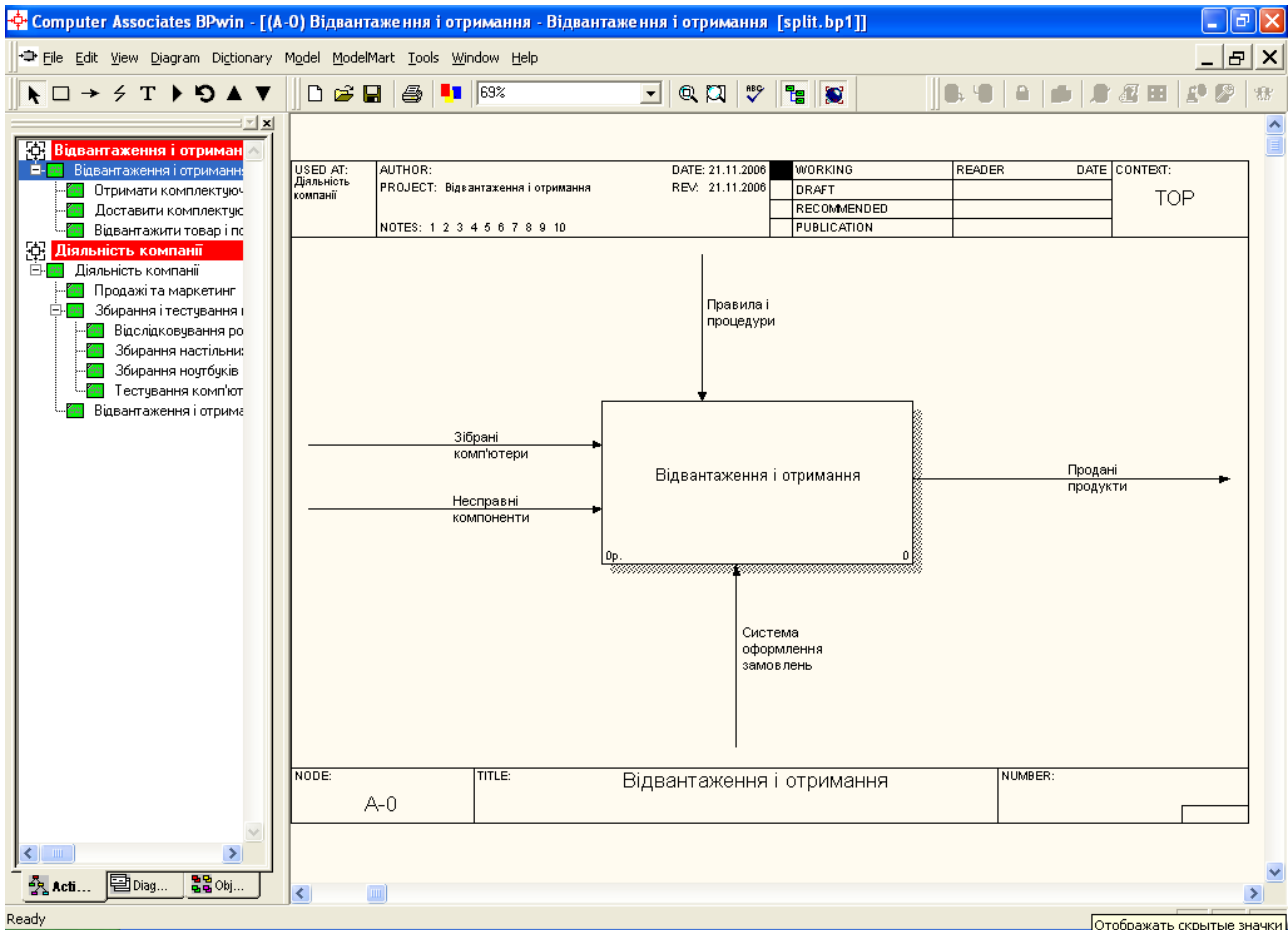

Рисунок 5.1 – Створення нової моделі “Відвантаження і отримання”
1. Перейдіть на діаграму A0 і клацніть правою кнопкою мишки по роботі «Відвантаження і отримання». У контекстному меню виберіть *Split Model*. У діалозі *Split Option* встановіть опцію *Enable Merge/Overwrite Option*, внесіть ім'я нової моделі – «Відвантаження і отримання» і клацніть по *OK*. Зверніть увагу, що у роботи «Відвантаження і отримання» з'явилась стрілка виклику. *BPwin* створив також нову модель «Відвантаження і отримання» (рис. 5.1).